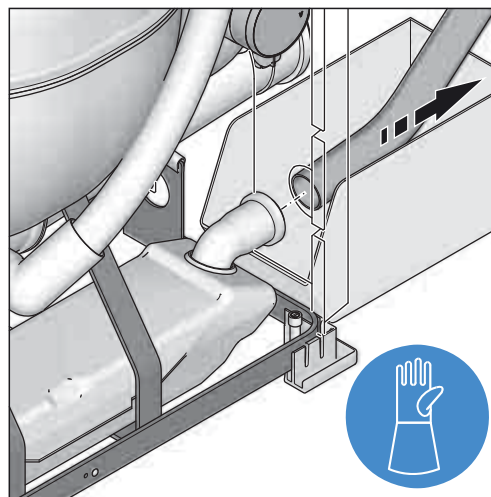

Figura 9-7 Distacco del flessibile di collegamento
4. Collocare un recipiente di raccolta sotto il raccordo del flessibile. Rimuovere il tubo flessibile di collegamento dalla scatola della condensa (figura 9-7).